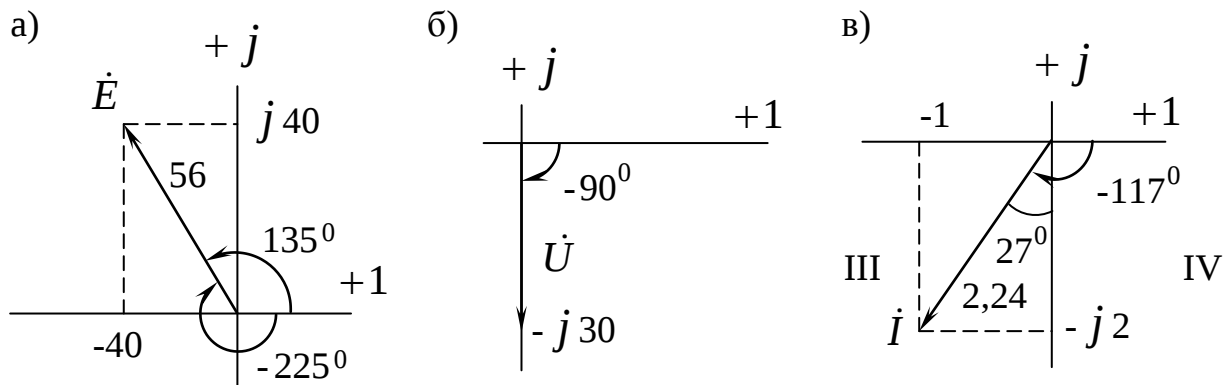

Рис. 1.14
- показательная форма комплекса ЭДС (Рис. 1.14а).
$$\text{б) } \dot{U} = 1 - j30 = \sqrt{1^2 + 30^2} e^{j \arctg \frac{-30}{1}} = 30 e^{-j88^\circ} \approx 30 e^{-j90^\circ} - \text{показательная форма комплекса напряжения (рис. 1.14б).}$$
Векторные диаграммы $\dot{E}$, $\dot{U}$, $\dot{I}$ представлены на рис. 1.14а,б,в. Вектор нужно располагать относительно оси действительных чисел $+1$.